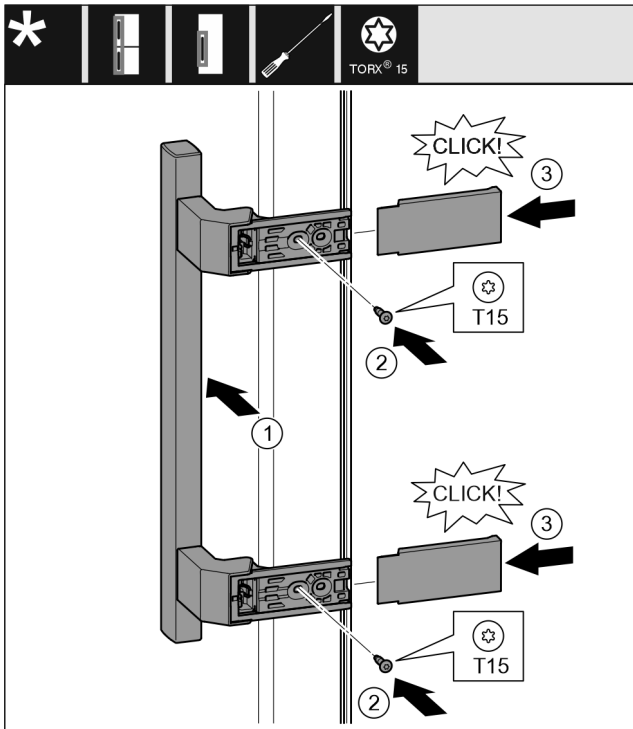

Fig. 15
- ▶ Indsæt grebet på den modsatte side. Fig. 15 (1)
- ▶ Skru skrueene fast med en T15-skruetrækker. Fig. 15 (2)
- ▶ Sæt sideafdækningerne på i siden, og skub dem på plads. Fig. 15 (3)